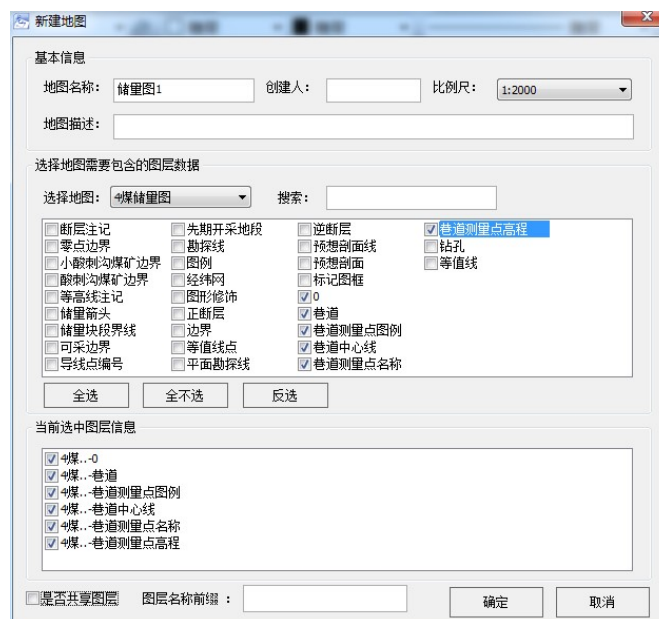

图 4-11 新建地图
(8) **新建地图** : 点击新建地图按钮, 系统弹出如图 4-11 所示对话框, 根据需输入地图名称、比例尺等, 可在当前图形中引用部分图层内容形成新的地图。